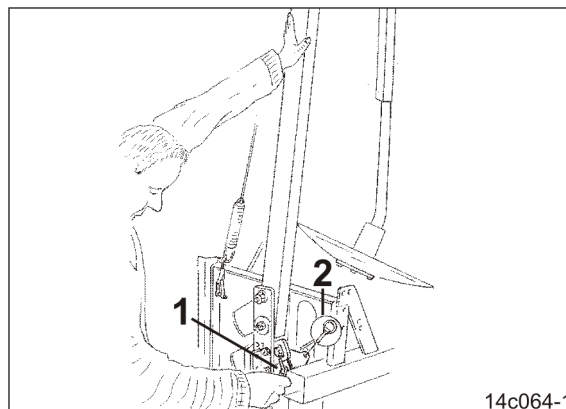

Fig. 105
1. Apăsarea brațului în consolă al marcatorului de urmă (Fig. 105).
- 2.1 Fixați șplintul (Fig. 105/1) la brațul în consolă al marcatorului de urmă.
- 2.1 Fixați șplintul pentru parcare la eclisa (Fig. 105/2).